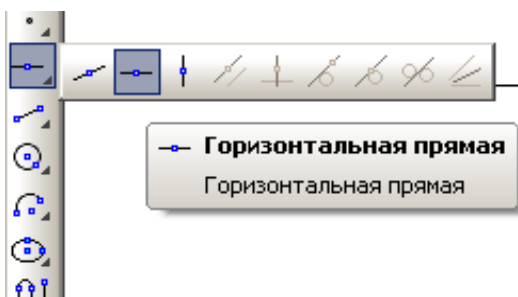
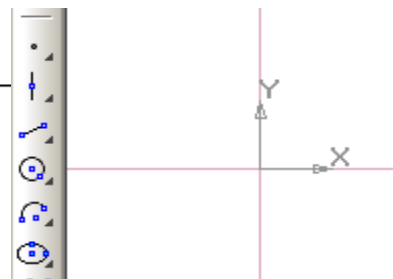

Рис. 2
Рис. 3
1. Начертите оси координат: на панели *Геометрия* выберите *Горизонтальная прямая* (рис. 2) и установите ее с помощью левой клавиши мыши в любом месте, повторите то же самое, выбрав *Вертикальную прямую*. Результат рис. 3.